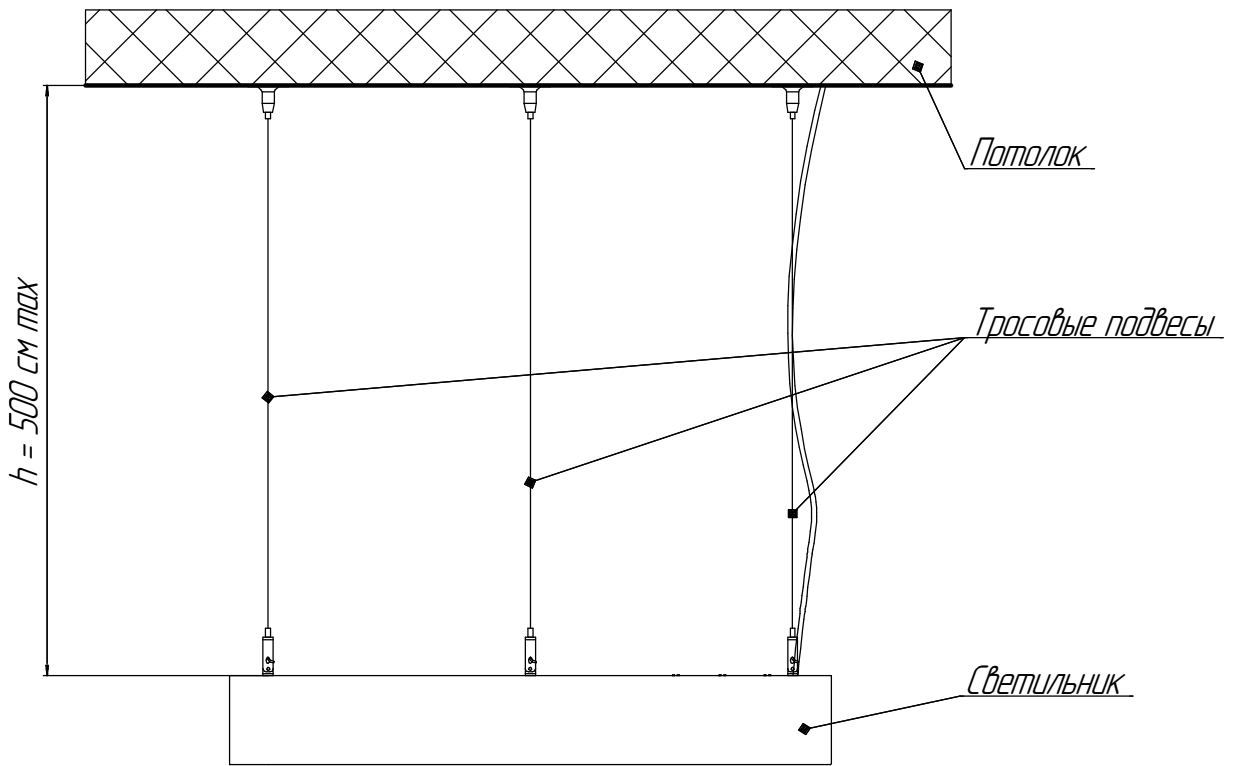

Рисунок 7 - Установка светильника на тросовые подвесы.
5.8 Допускается установка светильника на тросовых подвесах (см. рис.7). Тросовые подвесы являются аксессуарами и заказываются дополнительно.